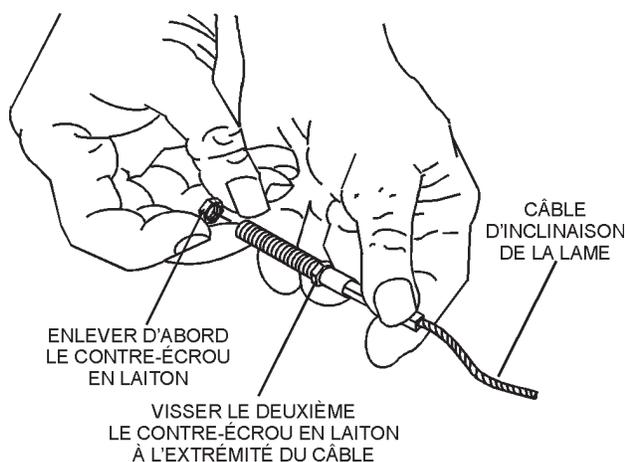

Figure 14. Câble d'inclinaison de lame
3. Enlevez un contre-écrou en laiton de l'extrémité du câble d'inclinaison de la lame comme indiqué en (Figure 14).